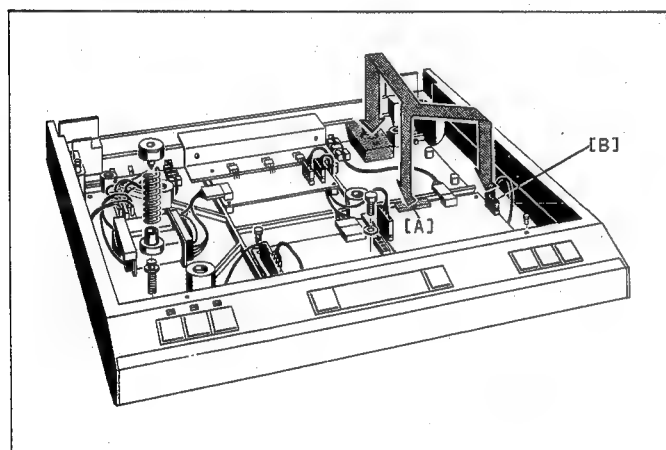

Fig. 3.3
- Der grössere der beiden Prints (1.179.183.12) des Kabelbundes wird in die 20-polige CIS-Kupplung des ARM ELECTRONIC PCB 1.179.190/250 (siehe Fig. 3.3 und 3.4, Pos. A) gesteckt. Der Stecker, der vorher an diesem Platz war, wird in die Buchse auf dem Print 1.179.183.12 gesteckt.